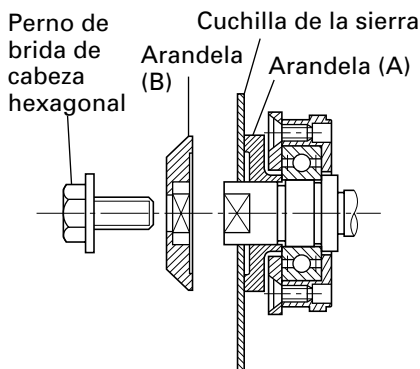

Fig. 19
- (1) Quite completamente las virutas que se hayan acumulado en el husillo, perno y arandela.
- (2) Para montar la cuchilla de la sierra, los lados cóncavos de ambas arandelas, (A) y (B), deberán colocarse en los lados de la cuchilla de la sierra. Monte la cuchilla de la sierra en el husillo y fije finalmente la arandela (B) (consulte la Fig. 19).
- (3) Para asegurar una dirección de giro apropiada de la cuchilla de sierra, la dirección de la flecha de la cuchilla de la sierra deberá coincidir con la dirección de la flecha de la cubierta de la cuchilla.
- (4) Utilizando los dedos, apriete todo lo posible el perno hexagonal que retiene la cuchilla de la sierra. Y luego presione la palanca de bloqueo, bloquee el husillo y apriete a fondo el perno.
- (5) Confirme que la palanca de bloqueo esté en la posición original.